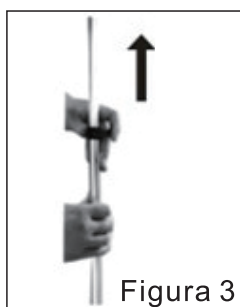

Figura 3
- ④ Abra os dois botões de bloqueio (como mostrado na Figura 3) e puxe para cima o poste de alumínio do tipo extensão, para puxar as três seções do poste de alumínio e ajustar para uma posição apropriada, e depois pressione o botão (como mostrado na Figura 4).